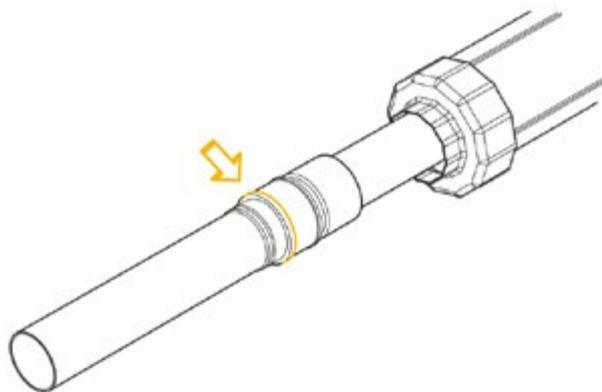

Рис. 5.7.12
**10.** После запрессовки визуально убедиться, что между буртом втулки пресс-фитинга и торцом гильзы надвигной нет зазоров (рис. 5.7.12).